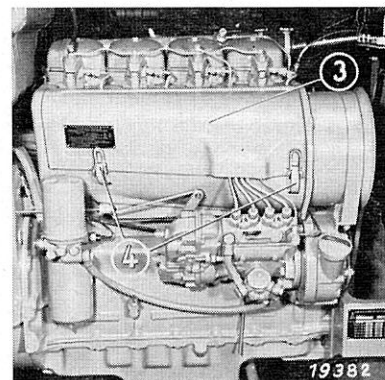

Figure 79
Pour accéder aux ailettes de refroidissement: déposer le capot guide d'air (3) après avoir détaché les agrafes (4) (côté pompe d'injection), puis enlever la tôle déflectrice (6) (côté échappement) après avoir enlevé les vis 6 pans (5) servant à la fixation. Fig. 79/80.